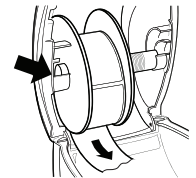

Abbildung 7
- 6 Setzen Sie die Etikettenspule in die Aussparung der Druckerabdeckung ein, so dass die Etiketten auf der Unterseite der Rolle ablaufen. Siehe Abbildung 7.